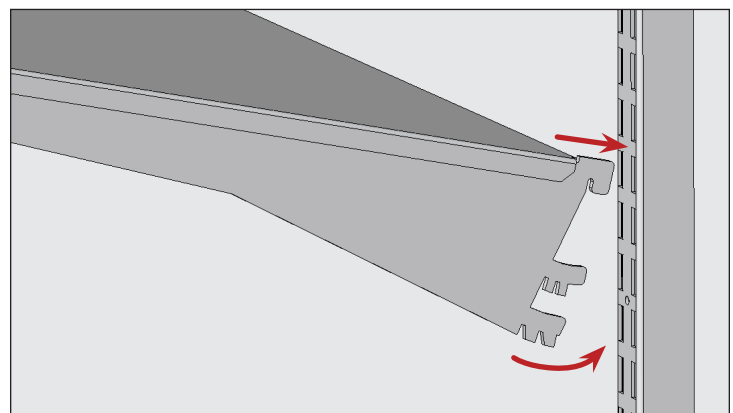

Fig. 3. Estante cantilever en el estándar de estante.
3. Deslice la lengüeta de ajuste angular del estante en las ranuras del estándar del estante. Coloque las muescas en las pestañas de ajuste angular para sujetar el estante en el ángulo deseado. Véase la fig. 3.